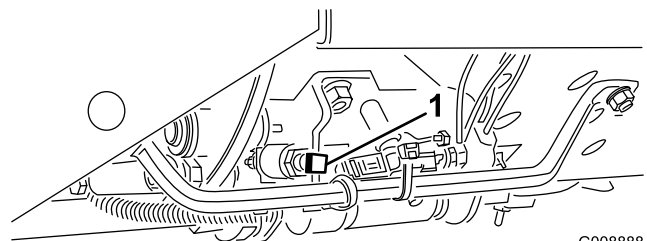

図 31
**重要** 刈り込み速度は出荷時の設定で 9.7 km/h ですが、ストップネジ（図 31）の調整で速度を上げることができます。